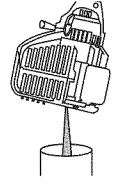

Fig. 27
3. Vierta el aceite fuera del orificio de llenado de aceite en un recipiente inclinando la unidad hasta una posición vertical (Fig. 27). Deje suficiente tiempo como para completar el drenaje.